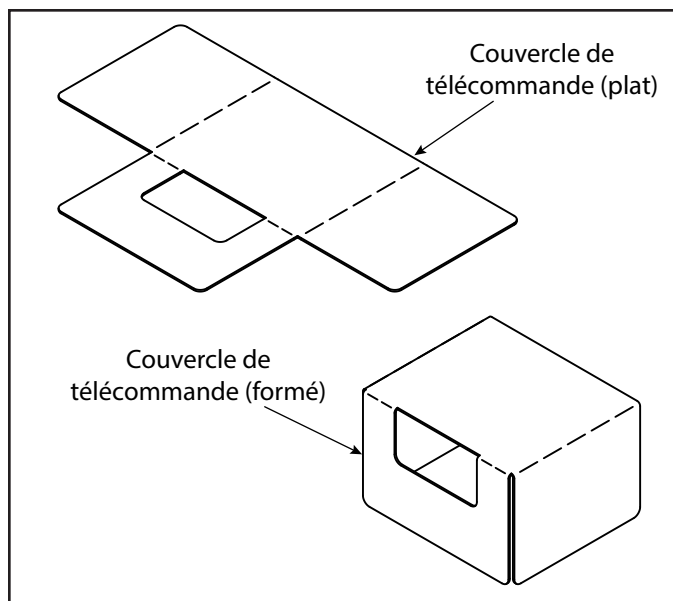

Figure 7.3 Couvercle de la télécommande
- Un couvercle de télécommande est également inclus. Pliez soigneusement le couvercle comme indiqué à la figure 7.3, et placez le couvercle sur le dessus de la télécommande.